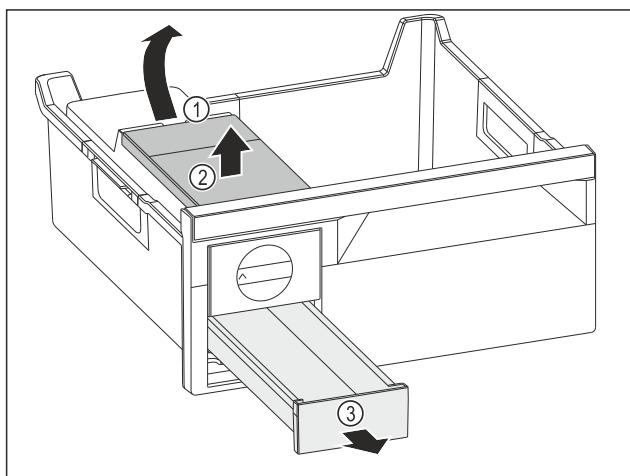

Fig. 182
- Odstranjevanje rezervoarja za vodo: Dvignite rezervoar za vodo za izrez Fig. 182 (1).
- Rezervoar za vodo Fig. 182 (2) dvignite in odstranite.
- Predal za ledene kocke Fig. 182 (3) povlecite naprej in odstranite.